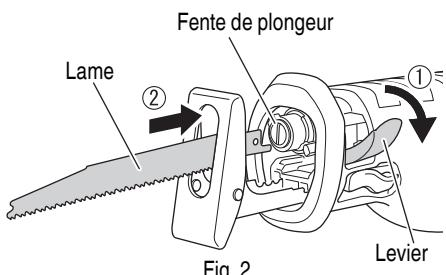
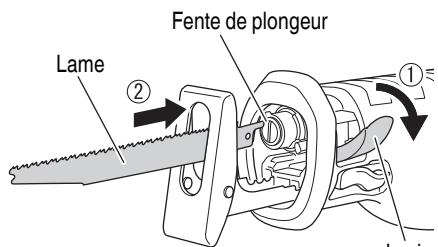

Fig. 2
Fig. 3
(1) Couper l'interrupteur et débrancher la fiche de la prise.
(2) Pivoter le levier pour ouvrir le serre-lame.
- (3) Insérer la lame à fond dans la petite fente, à l'extrémité du plongeur, en pivotant sur le levier. Il est possible d'orienter la lame vers le haut ou vers le bas. (Fig. 2, Fig. 3)